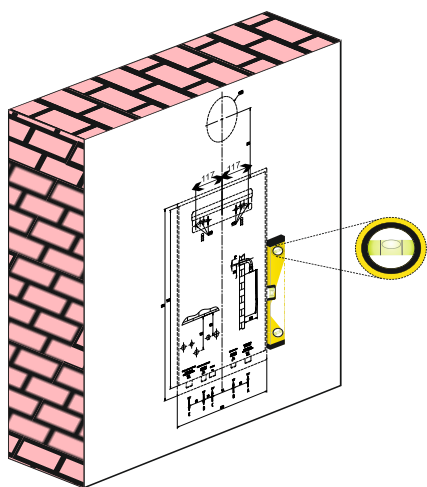

Figura 10. Parete verticale piana
- ❑ Montare l'apparecchio solo su pareti verticali e piane. Fare riferimento alla Figura 10.